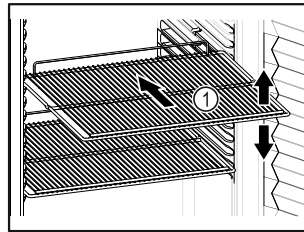

Fig. 56
- Jei pastatymo groteles Fig. 56 (1) galima perkelti, pritaikykite atsizvelgdami į aukštį.